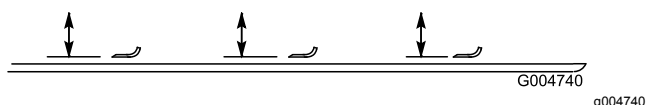

Рисунок 105
2. Поверните нож так, чтобы его концы были направлены вперед и назад, и измерьте расстояние между внутренней частью деки газонокосилки и режущей кромкой в передней части ножа (Рисунок 105).